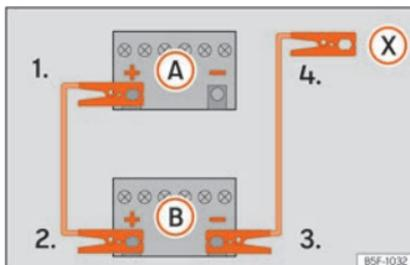

Fig. 68 Schema elettrico per i veicoli non dotati di sistema Start&Stop.
2. Collegare un'estremità del cavo di emergenza rosso al polo positivo (+) del veicolo con la batteria scarica (A) » » » fig. 68.
3. Collegare l'altra estremità del cavo di emergenza rosso al polo positivo (+) della batteria che fornisce la corrente (B).
- 4a. *Nei veicoli senza sistema Start/Stop:* collegare un'estremità del cavo nero di emergenza al polo negativo (-) del veicolo che eroga la corrente (B) » » » fig. 68.